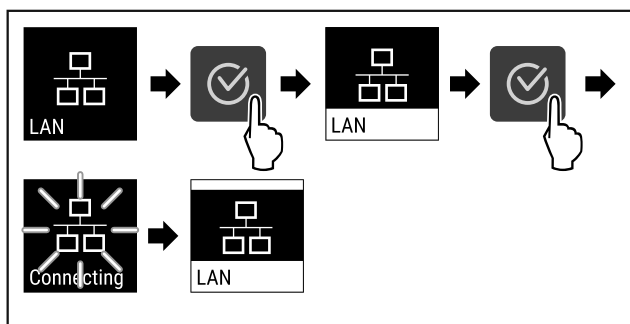

Fig. 81
- ▶ Proveďte akční kroky (viz Fig. 81).